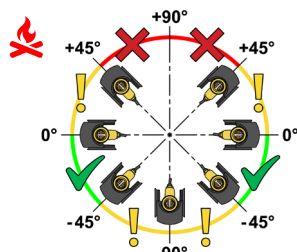

Fig.7
- **Modelos con caudal nominal de 3,5 a 100 m³/h:** el caudalímetro se puede orientar con inclinaciones entre 45° y -90°. En particular, se permite la orientación con un ángulo comprendido entre -45° y -90° si se ha verificado la ausencia de impurezas y suciedad en el interior del fluido caloportador. Se permite la orientación con un ángulo entre 45° y 0° si hay ausencia de aire en el interior del fluido caloportador (Fig.7).